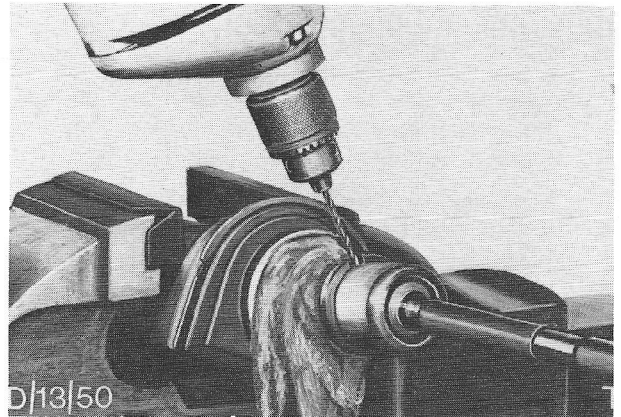

Fig.36. Gaatje voor borgpen boren.
43. Boor een gaatje van 4 mm (0.16 in.) diameter en 9 mm (0.35 in.) diep op de naad tussen het kogelgewrichthuis en de contraoer, zie Fig.36; zorg er voor dat de boorspanen niet in het tandheugelhuis terechtkomen.